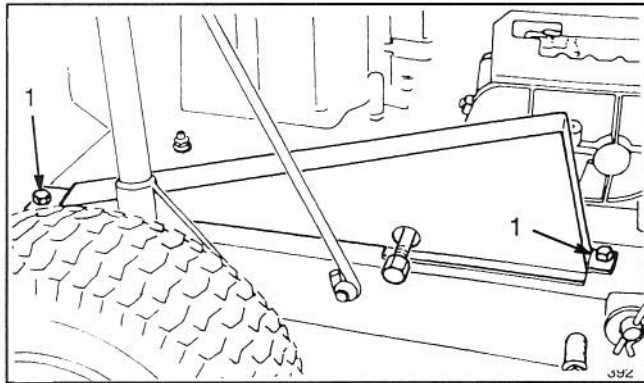

Figure 20
1. Retirer les deux vis de fixation du carter de chaîne au châssis de la machine, et déposer le carter de chaîne (Fig. 20).